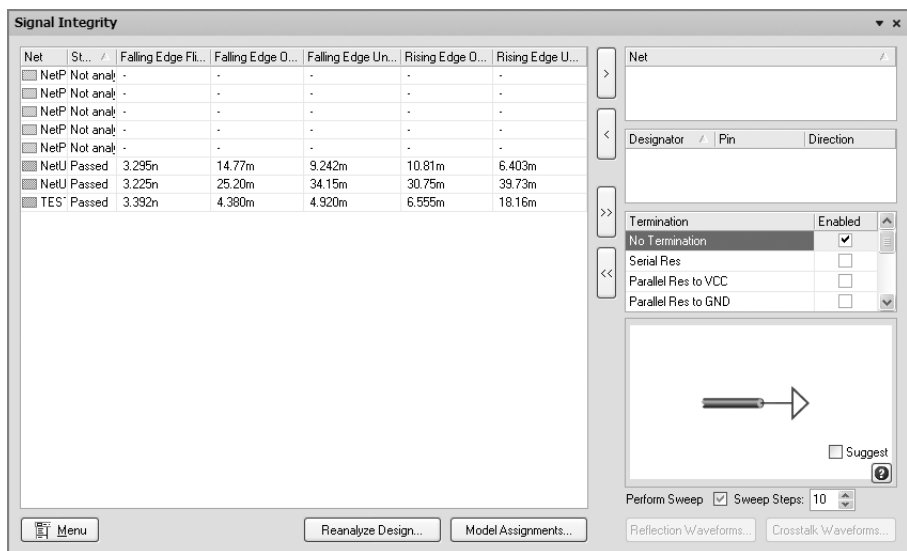

图 13-19 信号完整性分析器
2) 选择菜单栏中的“工具”→“信号完整性”命令，系统开始运行信号完整性分析器，弹出如图 13-19 所示的信号完整性分析器，其具体设置将在 13.4 节中详细介绍。